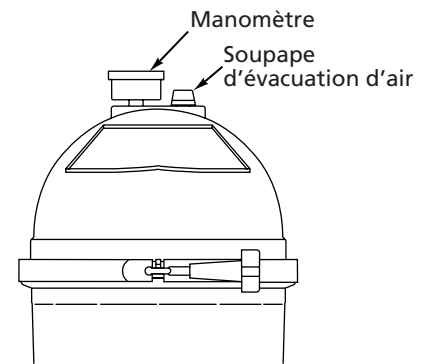

Figure 3
11. Brancher le manomètre et la soupape d'évacuation d'air comme il est illustré à la Figure 3. Appliquer du ruban d'étanchéité en Téflon, du Plasto Stik\* ou de l'enduit d'étanchéité Silastic n° 732 sur les filets du manomètre.